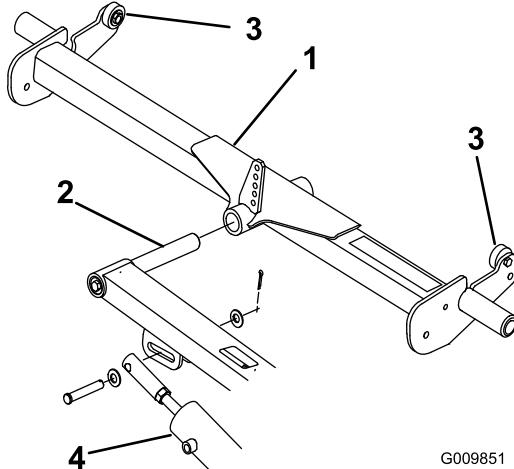

Figure 3
1. Glissez le bâti porteur arrière sur la tige de pivot du bras de relevage arrière (Figure 3). Ne fixez pas le bâti porteur au plateau de coupe à ce stade.
3. Appuyez sur l'une des extrémités du bâti porteur jusqu'à ce que la butée supérieure opposée touche le dessous du marchepied (Figure 3).
- A. Retirez l'axe de chape qui fixe l'extrémité de la tige du vérin au bras de relevage (Figure 3).
- D. Serrez l'écrou hexagonal et accouplez l'extrémité de la tige du vérin au bras de relevage (Figure 3).